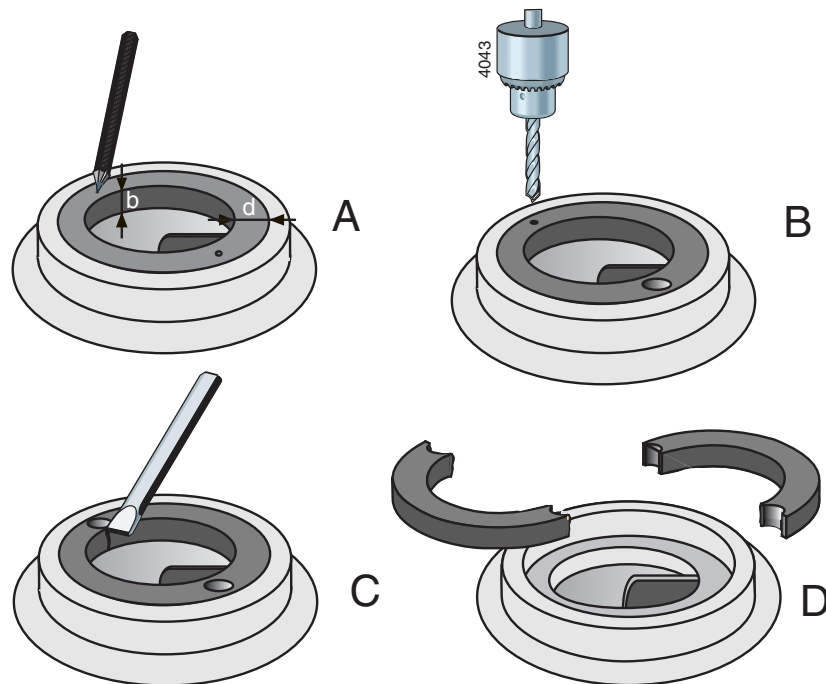

Figura 16: Desmontaje del anillo de desgaste estacionario
- 1 Mida el espesor (d) y el ancho (b) del anillo, consulte figura 16 A.
- 2 Realice un orificio de centrado en mitad del borde del anillo en dos puntos opuestos, consulte figura 16 B.
- 3 Utilice una broca con un diámetro algo inferior que el grosor (d) del anillo y realice dos taladros en éste, consulte figura 16 C. La profundidad del taladro no debe superar el ancho (b) del anillo. Procure no dañar la superficie de contacto de la carcasa de la bomba.
- 4 Corte mediante un cincel el resto del grosor del anillo. Ahora puede retirar de la carcasa de la bomba las dos mitades del anillo, consulte figura 16 D.